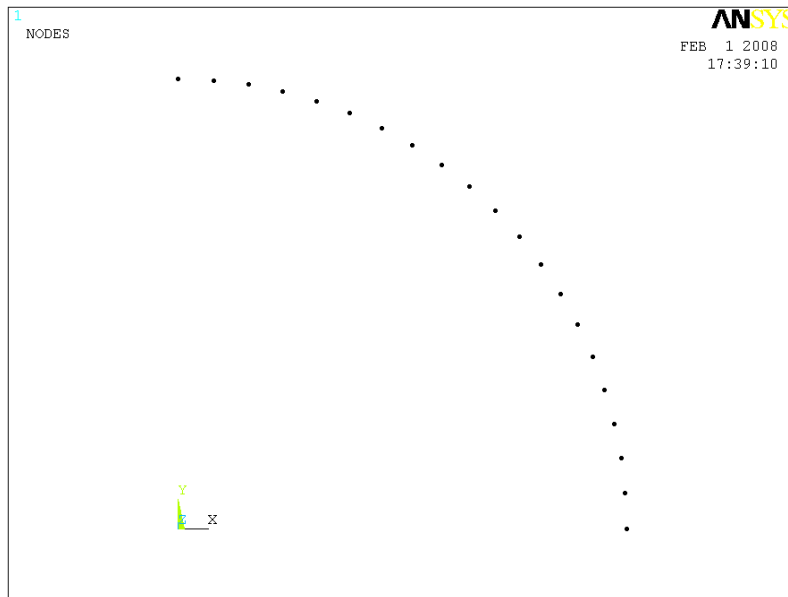

Рисунок 64. Результат выбора узловых точек линии *L3*
- Нажать кнопку *Plot* (Рисунок 64).